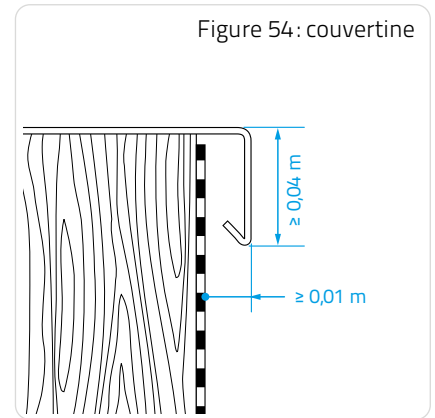

Figure 54: couvertine
□ **Dispositifs en tête de relevé (Figures 54 et 55).**